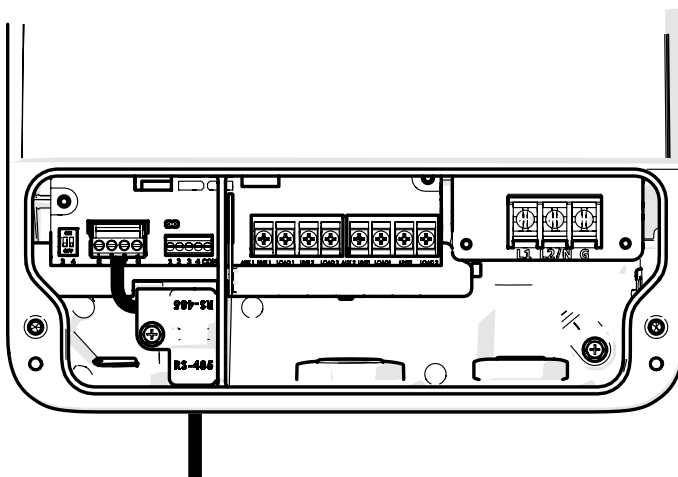

Figura 8. Puerto de conexión rápida RS-485 con cableado
Además de la conexión a tierra adecuada, según se describe en la sección *Cableado eléctrico*, y en conformidad con los requisitos de National Electrical Code (NEC) o, en Canadá, de Canadian Electrical Code (CEC), debe haber una conexión equipotencial entre el motor de la bomba y todas las piezas metálicas de la estructura de la piscina, del hidromasaje o del jacuzzi y todos los componentes y equipos eléctricos relacionados con el sistema de circulación de agua de la piscina/del hidromasaje. La conexión equipotencial debe hacerse con un conductor de cobre macizo n.º 8 AWG o uno más grande. En Canadá, debe usarse n.º 6 AWG o uno más grande. Haga la conexión equipotencial del motor con la terminal de conexión equipotencial externa proporcionada en el bastidor del motor. Consulte la Figura 8.
- Puerto de conexión rápida RS-485 (consulte la Figura 8)